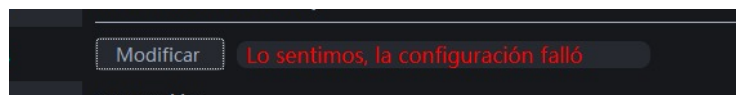

Figura 10
3.2.3. Si la configuración es incorrecta o el sensor no está conectado, aparecerá el mensaje “Lo sentimos, la configuración falló”, como muestra la Figura 10.